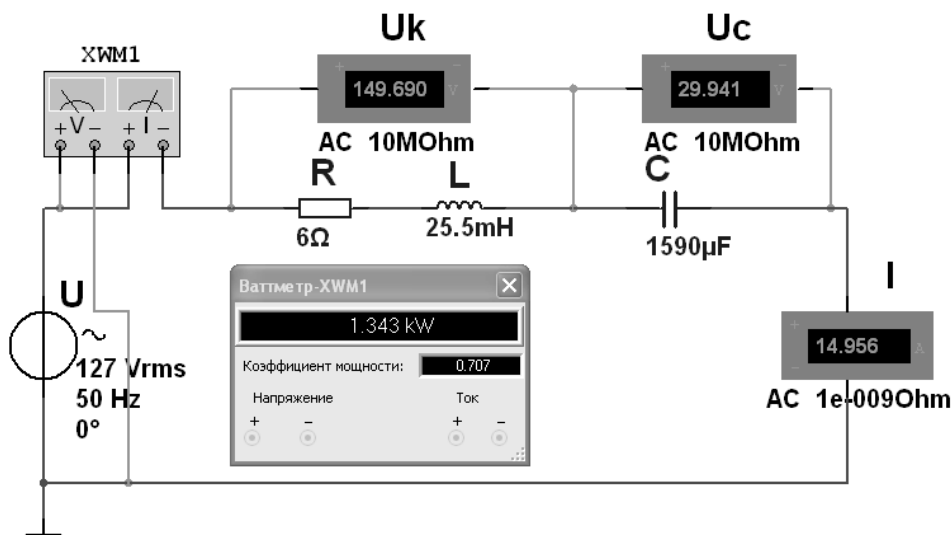

Рисунок 12 – Модель электрической цепи переменного тока в среде Multisim к задаче 2
**Задача 3.** Определить токи в электрической цепи (рисунок 12), если напряжение на входе  $U_{ab} = 120$  В, а значение сопротивлений  $X_{L0} = 4$  Ом,  $R_1 = 6$  Ом,  $X_{L1} = 8$  Ом,  $X_C = 5$  Ом,  $R_2 = 5$  Ом. Осуществить моделирование работы схемы в среде Multisim.